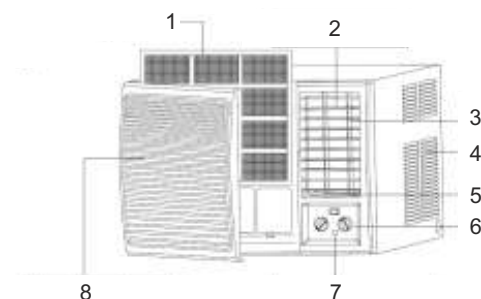

Рис. 1
4. ОПИСАНИЕ МОБИЛЬНОГО КОНДИЦИОНЕРА (Рис. 1)